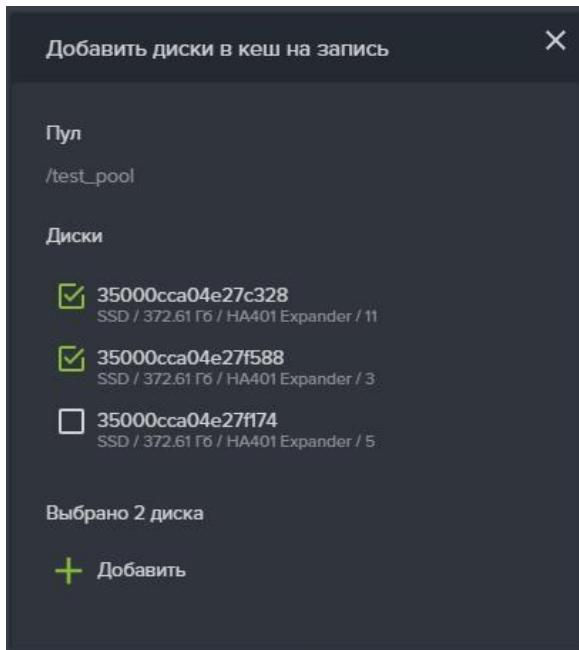

Рисунок 42 – Добавление в массив кэша на запись
6. Нажмите на кнопку «**Добавить**» (см. Рисунок 42).